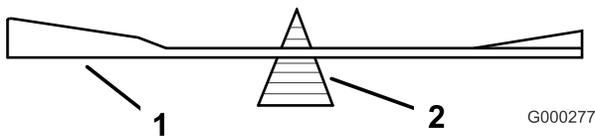
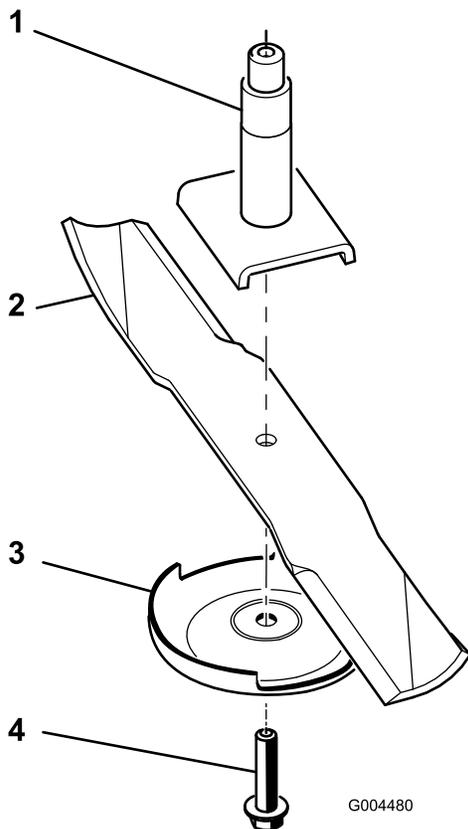

Bild 22
Bild 23
2. Entfernen Sie die Messerschraube, die Antiskalpiertafel und das Messer von der Spindelwelle (Bild 23).
2. Überprüfen Sie die Auswuchtung des Schnittmessers auf einer Ausgleichsmaschine (Bild 22). Wenn das Schnittmesser in seiner horizontalen Position bleibt, ist es ausgewuchtet und kann wiederverwendet werden. Feilen Sie, wenn das Schnittmesser nicht ausgewuchtet ist, vom Flügelbereich des Messers etwas Metall ab (Bild 23). Wiederholen Sie diesen Vorgang, bis das Messer ausgewuchtet ist.
1. Setzen Sie das Messer auf die Spindelwelle (Bild 23).
2. Montieren Sie die Antiskalpierrolle und die Messerschraube (Bild 23).